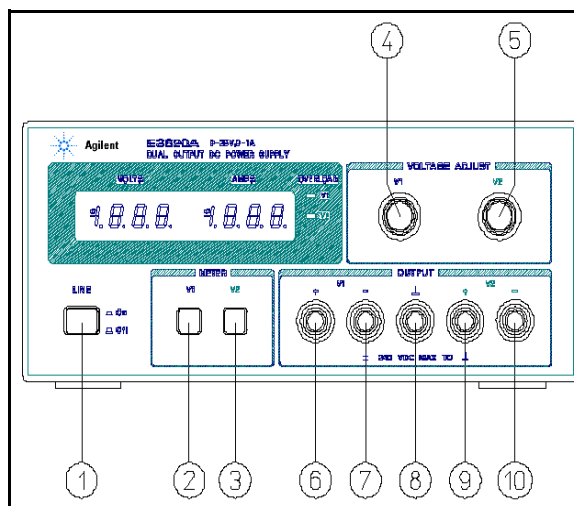

図 2. フロント・パネルの
本装置を「オン」にするには、「ライン」プッシュ・ボタン・スイッチ (①、図 2) を押します。「オフ」にするにはそのスイッチを離します (またはアウトの位置)。
次のステップでは、図 2 に示されたモデル E3620A のフロント・パネル・コントロールの使用方を説明し、電源装置が動作するかを簡単にチェックします。本装置を受け取ってしてロード装置に接続するときには、このチェックアウト・プロシジャまたはサービス情報セクションの詳細な性能テストに従って行います。問題がなければ、サービス情報セクションに記載されている詳細な性能テストを開始します。